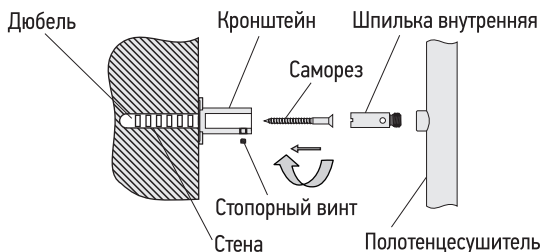

Рис. 3
3.4. В отмеченных местах просверлить отверстия необходимого диаметра и закрепить кронштейны (рис. 3) с помощью саморезов и дюбелей.
3.5. Осуществить установку полотенцесушителя, насадив его на шпильки и зафиксировать, используя стопорные винты в корпусе кронштейна (рис. 3).
4.2. Кронштейн (рис. 3).....	1 к-т